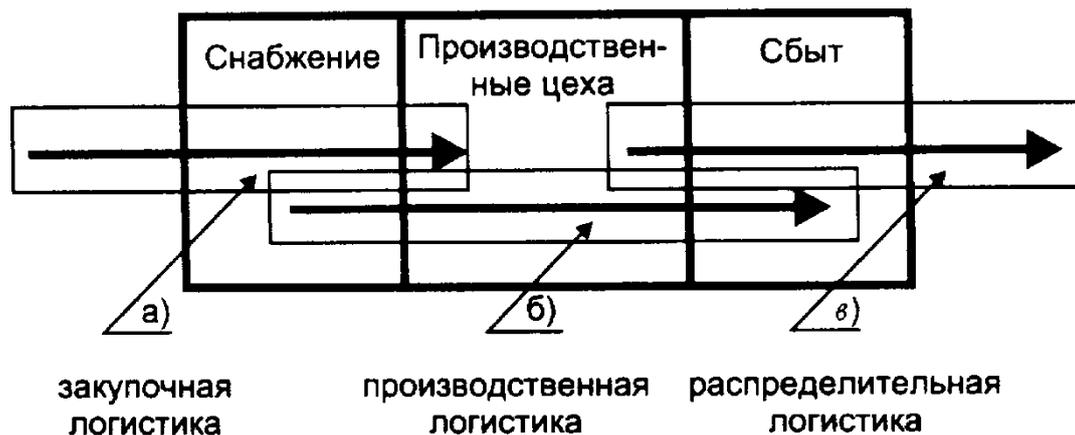

Рис. 1 - Участки материального потока, на которых преимущественно решаются задачи закупочной, производственной и распределительной логистики
1. Закупочная логистика – это обеспечение предприятия сырьем и материалами, т.е. изучаются и выбираются поставщики, заключаются договоры и контролируется их выполнение, принимаются меры в случае нарушения условий поставки. На практике границы деятельности, составляющей основное содержание закупочной логистики, определяются условиями договора с поставщиками и составом функций службы снабжения внутри предприятия (рис.1, а)
2. Производственная логистика – управление материальными потоками в процессе осуществления производства, т.е. внутри предприятия. Сфера производственной логистики тесно соприкасается со сферами закупок материалов и распределения готовой продукции. Однако основной круг задач в этой области - управление материальными потоками в процессе осуществления именно производства (рис. 1, б).
На рис. 1, в показано, что в сферу внимания распределительной логистики материальный поток попадает, еще находясь в производственных цехах. Это означает, что вопросы тары и упаковки, размера изготавливаемой партии и времени, к которому эта партия должна быть изготовлена, а также много других вопросов, существенных для процесса реализации, начинают решаться на более ранних стадиях управления материальным потоком. Границы распределительной логистики зависят от условий договора с поставщиком.